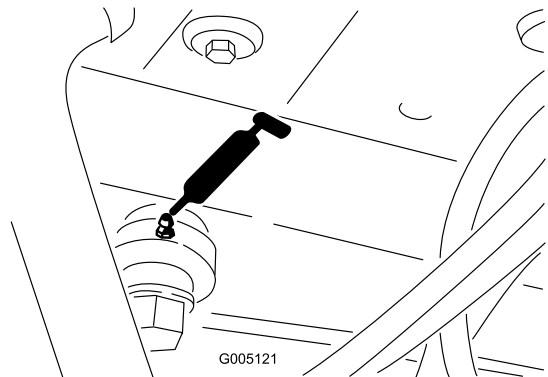

Bild 35
- Ende des Lenkzylinders (Bild 35)